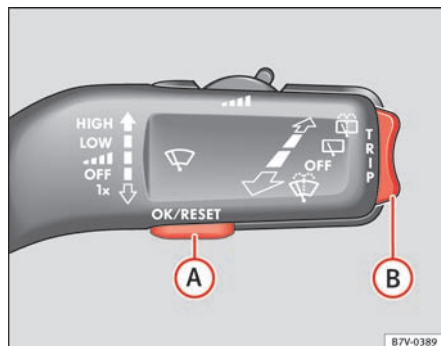
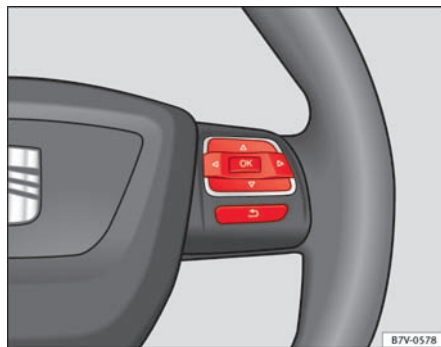

Fig. 37 Biler uden multifunktionsrat: på betjeningsarmen til viskerne: knappen (A) til bekræftelse af menupunkter og vippekappen (B) til skift mellem menuer
Fig. 38 Højre side af multifunktionsrattet: knapper til betjening af menuerne i kombiinstrumentet
- Hvis der vises en information eller et piktogram af bilen, skal du trykke på knappen **OK** (⇒ Fig. 37 (A) eller ⇒ Fig. 38).
- Tryk øverst eller nederst på vippekappen ⇒ Fig. 37 (B) eller på multifunktionsrattets pileknapper **▲** eller **▼**, indtil det ønskede menupunkt er markeret.